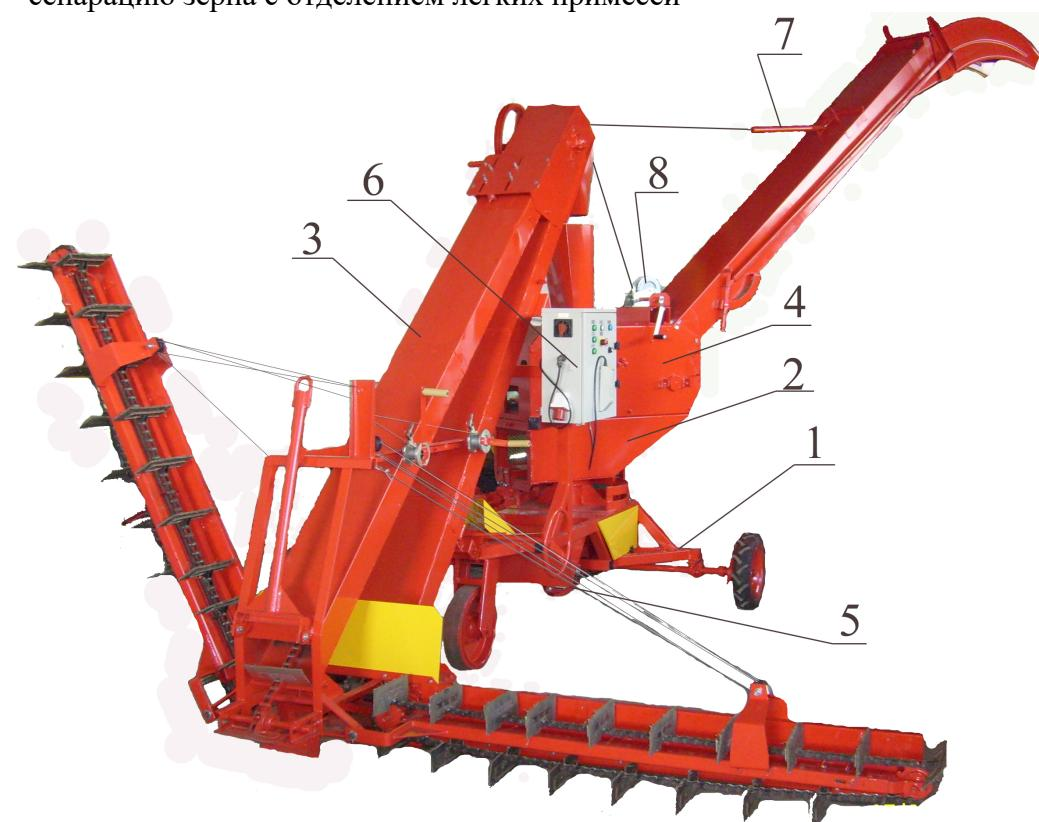

Рис. 1
1.2.Метатель зерна самоподвижной МЗ-90С (рис.1) производительностью 90 т/ч предназначен для механизации погрузочно-разгрузочных работ на открытых площадках с твердым покрытием и зерноскладах. Метатель зерна МЗ-90С может выполнять следующие операции:
3.1.Зернometатель состоит из следующих основных узлов и механизмов (рис.1): рама, с ходом 1, рама поворотная 2, транспортер загрузочный 3, триммер с трубой 4, механизм самохода 5, шкаф управления с выносным пультом 6, шпенгель 7, механизм для поднятия и опускания трубы триммера 8.